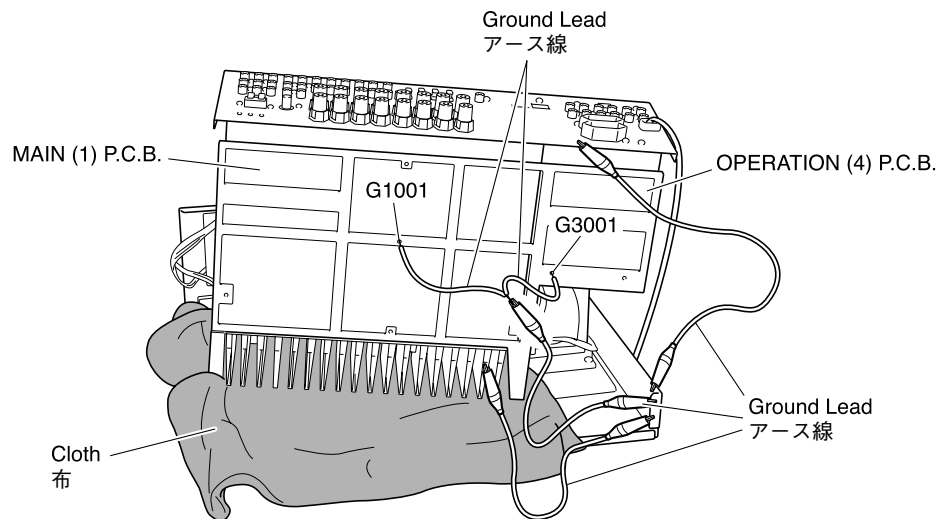

Fig. 6
- Put a cloth over the equipment. Put the P.C.B.s together with the heat sink upright on the cloth and check them. (Fig. 6)
- The P.C.B. removed from the chassis does not work because its grounding is loose. Be sure to connect the ground of rear panel, MAIN (1) P.C.B. (G1001) and OPERATION (4) P.C.B. (G3001) to the chassis with a ground lead or the like. (Fig. 6)
- ・ 布を敷きます。その上にP.C.B.をヒートシンクと一緒に立ててチェックします。(Fig. 6)
- ・ シャーシから外したP.C.B.はアースが浮いて動作しませんので、MAIN(1)P.C.B.(G1001)、OPERATION(4)P.C.B.(G3001)のアースをリード線等でシャーシまたはGNDに接続してください。(Fig. 6)